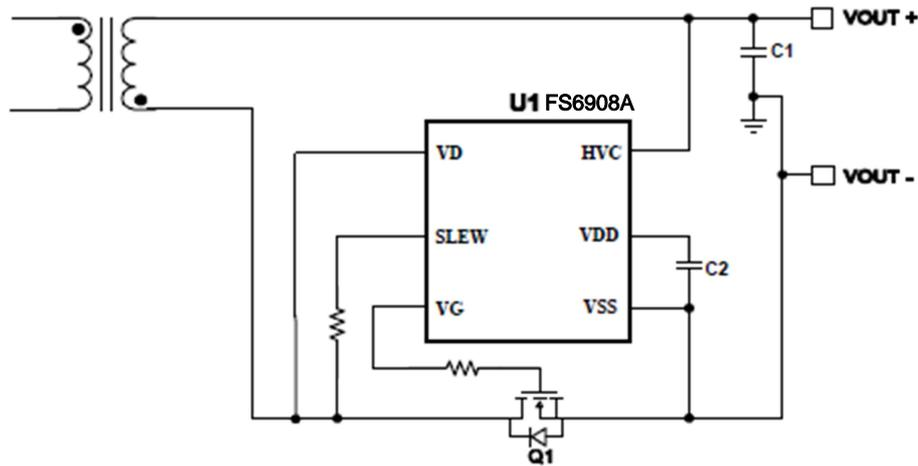

图 3— FS6908A 低边整流
图 3 是以输出电压  $V_{OUT}$  输出作为 IC 电源的典型系统实现，可用于低边整流。由于 HVC 的工作范围在  $0V - 180V$  之间，FS6908A 在  $V_{OUT}$  降至  $0V$  进行低边整流时也能支持大部分应用。当  $V_{OUT}$  (HVC) 高于  $10.5V$  时，VDD 被稳压在  $9.5V$ 。VDD 以低  $0.7V$  压差跟随  $V_{OUT}$  (HVC) 变化，直至  $V_{OUT}$  低于  $4.7V$ 。当  $V_{OUT}$  降至  $4.7V$  以下时，来自 SR MOSFET Q1 (VD) 漏极输出的另一个  $40mA$  电流源将向 VDD 充电，再次调节到  $5.2V$ 。